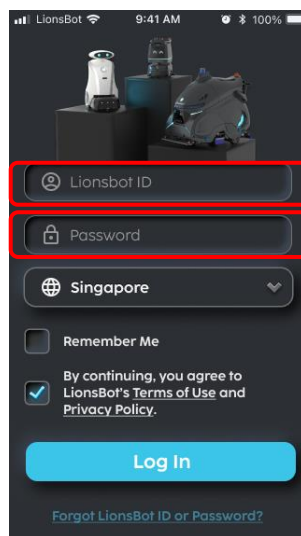

Fig. 1
1. Sur la page de connexion, saisissez l'ID et le mot de passe fournis (Fig. 1).